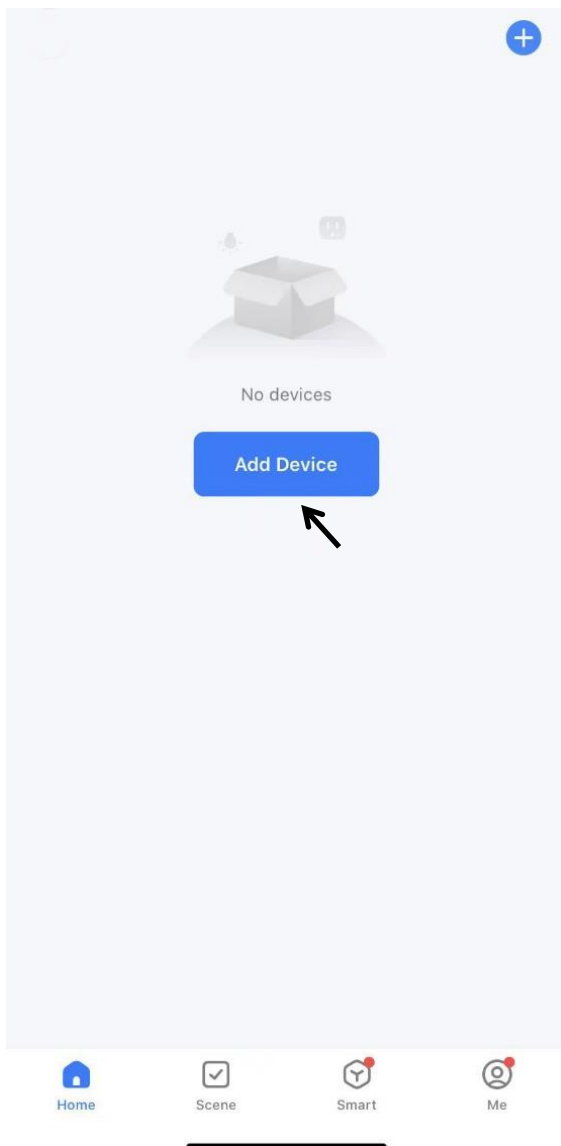

Fig.1
- Installeer het toestel op een vlakke ondergrond waar de luchtuitlaat niet belemmerd kan worden. Zorg voor een vrije ruimte van minstens 30 cm rondom het toestel. **(Fig.1)**
2. Meld u aan of log in op uw account van de App. Tik op "+" in de rechterbovenhoek of op de knop "Add Device" om uw apparaat toe te voegen. (Fig.1)